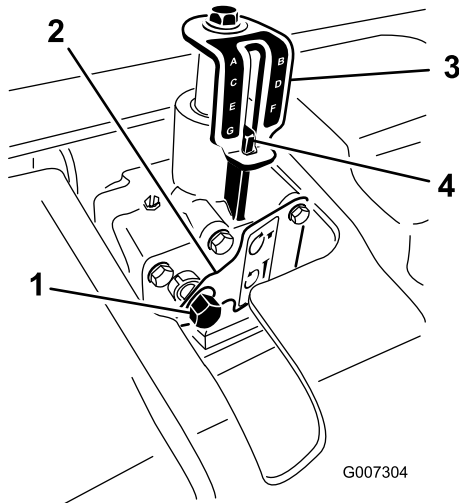

Figura 24
- Introduzca una llave de vaso de 9/16" con una llave de carraca en el eje de entrada del ajustador de profundidad (Figura 24).
- Gire el ajustador de profundidad en sentido horario para reducir la profundidad de aireación, o en sentido antihorario para aumentar la profundidad de aireación (Figura 24).
- Gire el eje de entrada del ajustador de profundidad hasta obtener la profundidad deseada, indicada en la pegatina del indicador de profundidad (Figura 24).